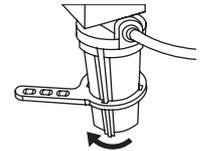

Figura 25.
3. Sostén la tapa del Purificador y desenrosca el vaso utilizando la llave incluida (ver Figura 25).